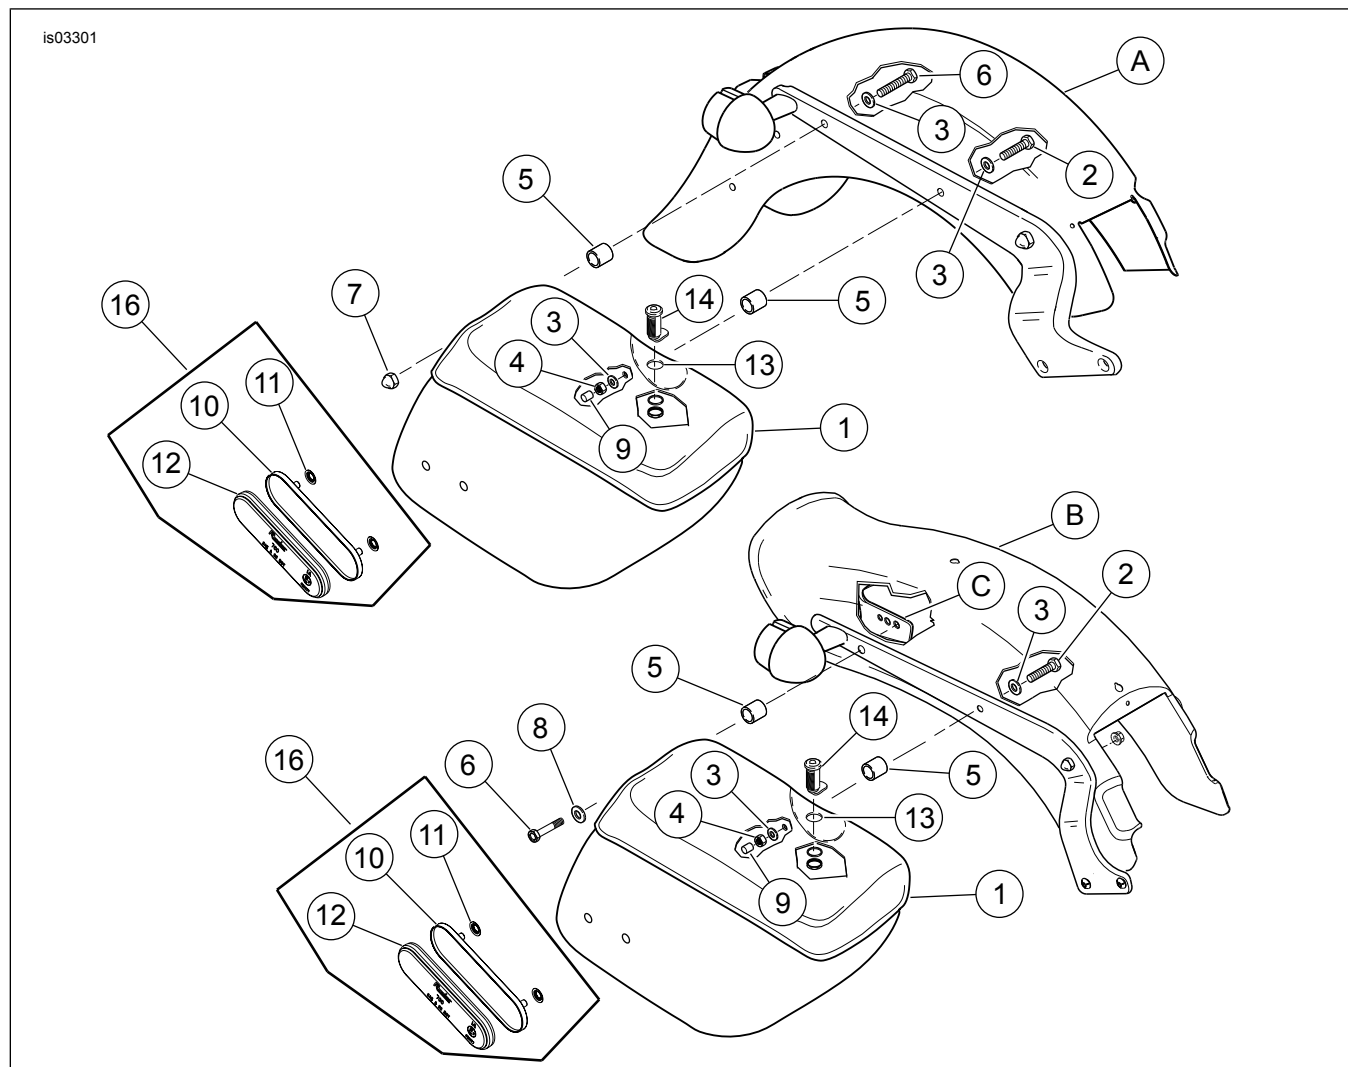
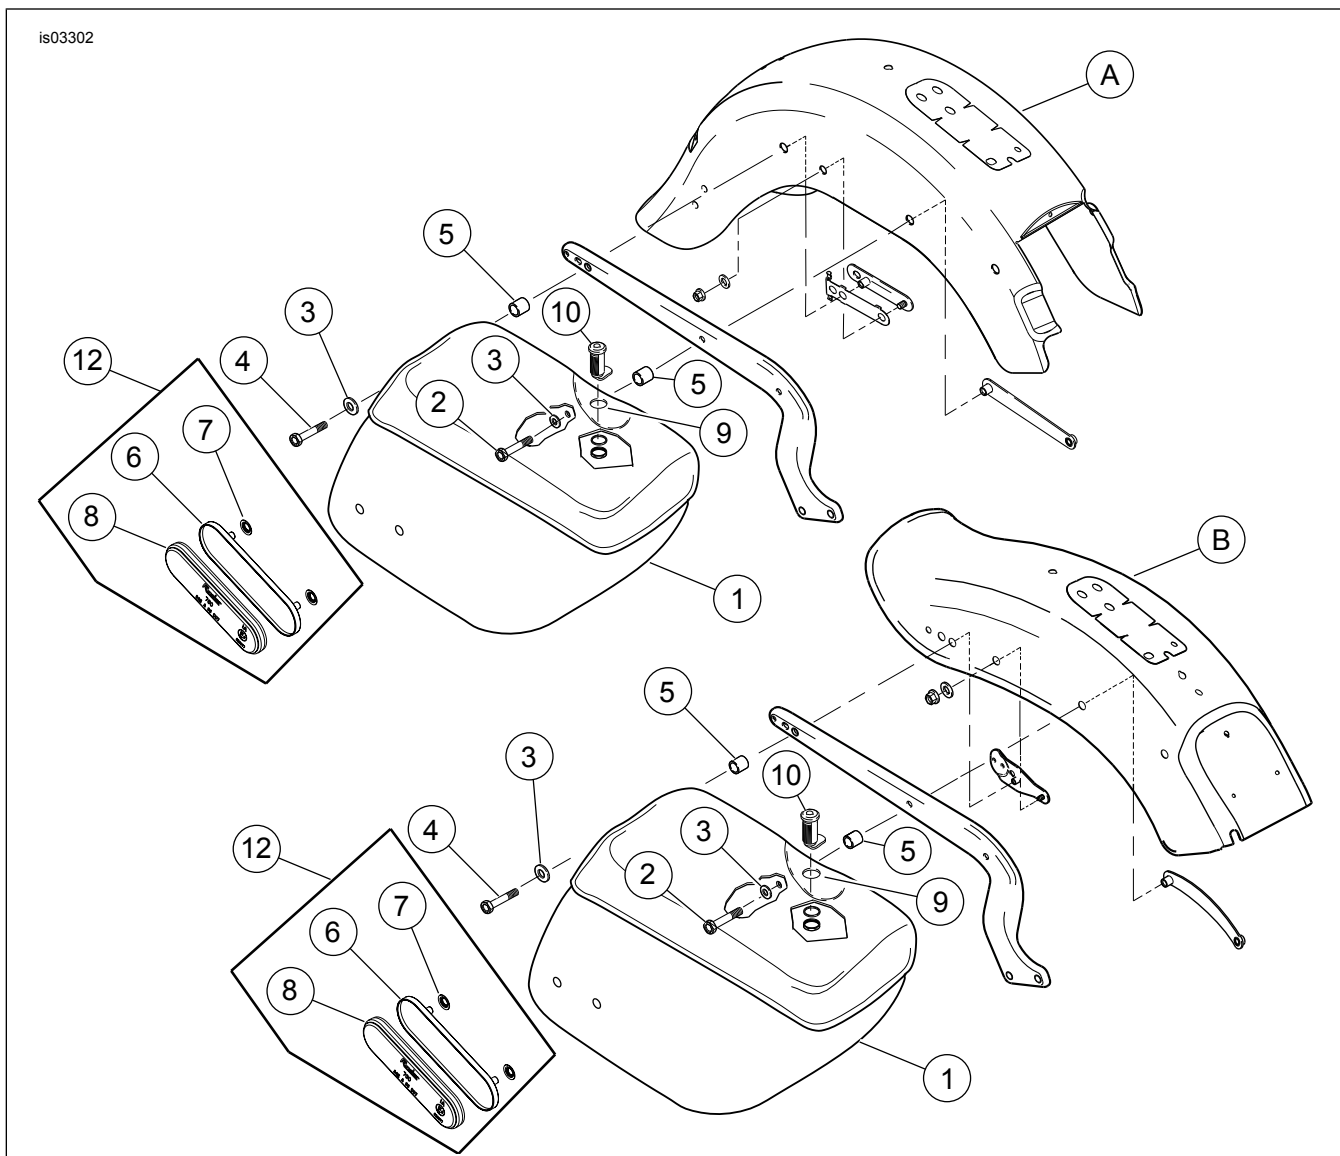

Figura 5. Peças de reposição: kit de alforje Softail (instalação mostrada nos modelos FXST e FLST anos 2000 a 2002)
Figura 6. Peças de reposição: kit de alforje Softail (instalação mostrada nos modelos FXST e FLST ano 2003 e posteriores)
2. Veja a Figura 5. Fixe a parte dianteira do alforje (1) no pára-lama como segue:
- a. *Sem o kit de espaçadores:* Use o parafuso (2), a arruela (3) e a porca (4). Aperte com a mão para manter no lugar.
- b. *Com o kit de espaçadores:* Use o parafuso (2), a arruela (3), a porca (4) e o espaçador (5). Aperte com a mão para manter no lugar.
3. Fixe a parte traseira do alforje (1) no pára-lama como segue: **Modelos FLST:Modelos FXST:**
- a. *Sem o kit de espaçadores:* Use o parafuso (6), a arruela (3) e a porca cega (7). Aperte com a mão para manter no lugar.
- b. *Com o kit de espaçadores:* Use o parafuso (6), a arruela (3), a porca cega (7) e o espaçador (5). Aperte com a mão para manter no lugar.
- c. *Sem o kit de espaçadores:* Use o parafuso (6) e a porca (8). O parafuso passa pelo inserto no suporte da placa de identificação (A). Aperte com a mão para manter no lugar.
- d. *Com o kit de espaçadores:* Use o parafuso (6), a arruela (8) e o espaçador (5). Aperte com a mão para manter no lugar.
5. Veja a Figura 5. Deslize o protetor de rosca (9) sobre a extremidade do parafuso (2) dianteiro.
2. *Sem o kit de espaçadores:* Veja a Figura 6. Instale as partes dianteira e traseira do alforje com o parafuso (2, 4) e a arruela (3). Aperte com a mão para manter no lugar. *Com o kit de espaçadores:* Instale as partes dianteira e traseira do alforje com o parafuso (2, 4), a arruela (3) e o espaçador (5). Aperte com a mão para manter no lugar.
- Veja a Figura 5 e a Figura 6. Posicione o suporte do refletor no canto inferior direito do alforje.